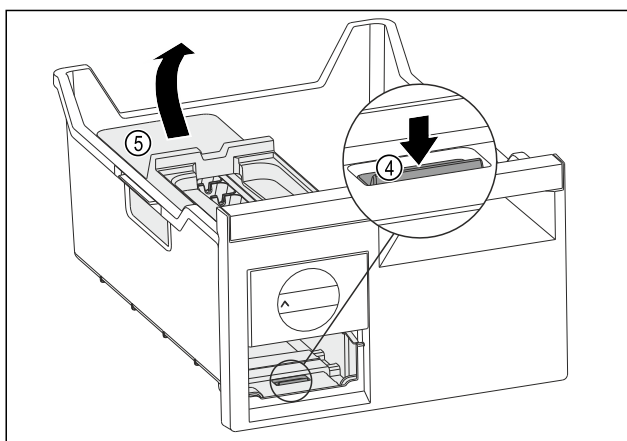

Fig. 120
- Вийняти корпус EasyTwist-Ice: натиснути накладку Fig. 120 (4) пальцем вниз і одночасно підняти корпус EasyTwist-Ice Fig. 120 (5) ззаду іншою рукою.